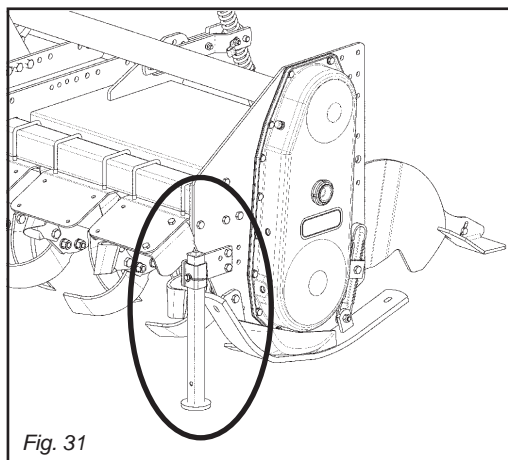

Fig. 31
- 1) Position the support foot as shown in the figure 31.
- 1) Placer le pied d'appui (Fig. 31).
- 1) Den Stützfuß wie in Abb. 31 gezeigt anordnen.